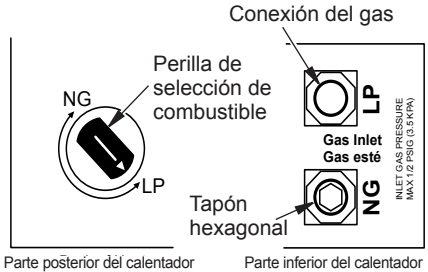

Figura 16 - Ajustes para Gas Propano/LP
1. Retire el tornillo de la placa de la cubierta situados en la parte posterior del calentador (consulte la Figura 16). Gírela para que se vea el dispositivo de selección de combustible.
2. Para GAS PROPANO, presione la perilla con un destornillador plano con hoja de un cuarto de grosor y gire la perilla en dirección contraria a las manecillas del reloj hasta que la perilla se fije en la posición LP (consulte la Figura 16). El dispositivo de selección de combustible debe estar fijo en la posición LP. No use el calentador con la perilla ubicada entre las dos posiciones.
4. Retire el tapón hexagonal (con la llave provista) de la entrada de gas propano/LP del regulador (consulte la Figura 16). Coloque el tapón hexagonal en la entrada NG del regulador. Instale la tubería de gas en la entrada del regulador de gas LP. Utilice sellador de roscado para evitar fugas.